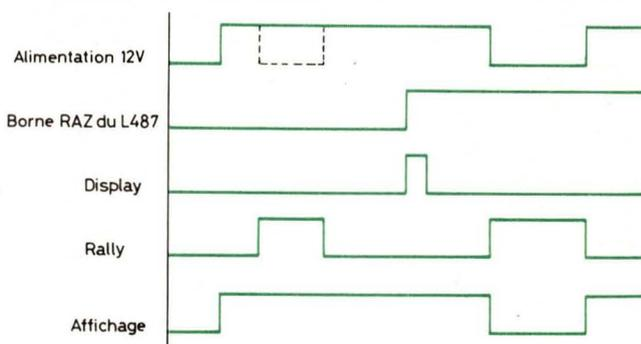

Fig 2. Ce circuit renferme à la fois l'oscillateur de base, les diviseurs de fréquence et les circuits de commande d'affichage led.
sées selon Fig 2, renferme à la fois l'oscillateur de base à l'exception du quartz et d'un condensateur extérieur, les diviseurs de fréquence pour arriver jusqu'à 24 h et les circuits de commande d'affichage led à cathode commune. Cet affichage peut au maximum posséder 8 afficheurs 7 segments pour les heures, minutes, secondes 1/10 s et 1/100 s. Ici seulement 6 afficheurs seront utilisés (H, M, S). Trois entrées permettent la mise à l'heure (H) à la minute (M) ou à la seconde par arrêt-démarrage au top (S). Sur la Fig 2 on remarque plusieurs entrées «Split» «standard» utiles en chronométrie. Seules les entrées «Display» et «Rally» vont nous être utiles pour commander l'affichage sans manœuvre de poussoir. L'entrée «Display» devrait suf-